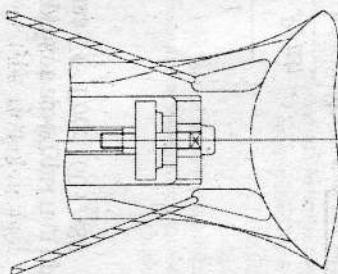

Рисунок 3 - Строповка в проушине крышки
5.4 При монтаже для подвески, перемещений и других работ следует использовать проручины в крышке (рисунок 3), патрубки или фланцы корпусов.